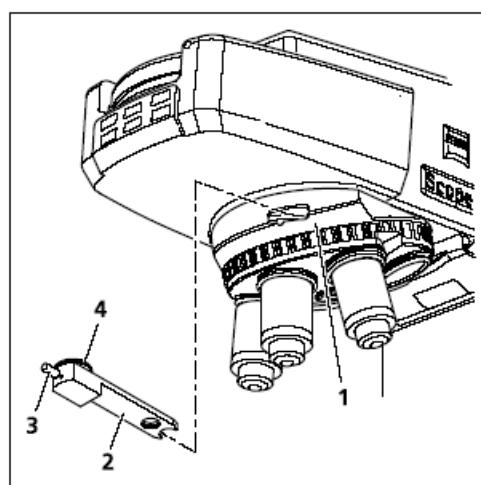
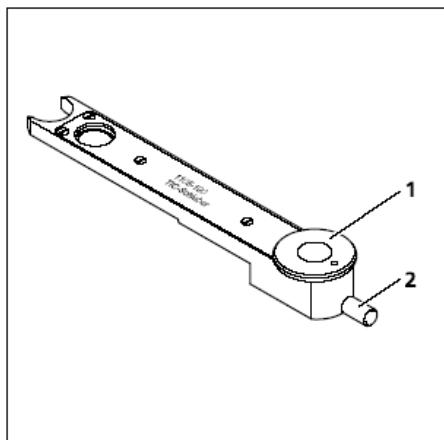

图4-12 配有 6x20 C-DIC 插板的 6x20 补偿镜插孔。
图4-13 6x20 TIC 插板
- 把 C-DIC 插板 (图4-12/2) 推入 6x20 补偿镜插孔 (图4-12/1)。
- 安置标本, 聚焦并转动 C-DIC 插板上的控制旋钮 (图4-12/4), 使感兴趣结构可见, 且对比度达到最大。无须进一步旋转载物台。
- 可调节控制旋钮 (图4-12/3) 优化对比度。
- 把 6x20 TIC 插板推入 6x20 补偿镜插孔（图4-12/1）。视场中即可见彩色干涉条纹。使用 TIC 插板的控制旋钮（图4-13/2），把视域边的黑色干涉条纹移到视场的中心位置。
- 为了选择需要测量的结构，转动 TIC 插板上的旋钮（图4-13/1），直到干涉条纹方向垂直于样品（参见图4-14）。可使用控制旋钮（图4-13/2）移动干涉条纹。